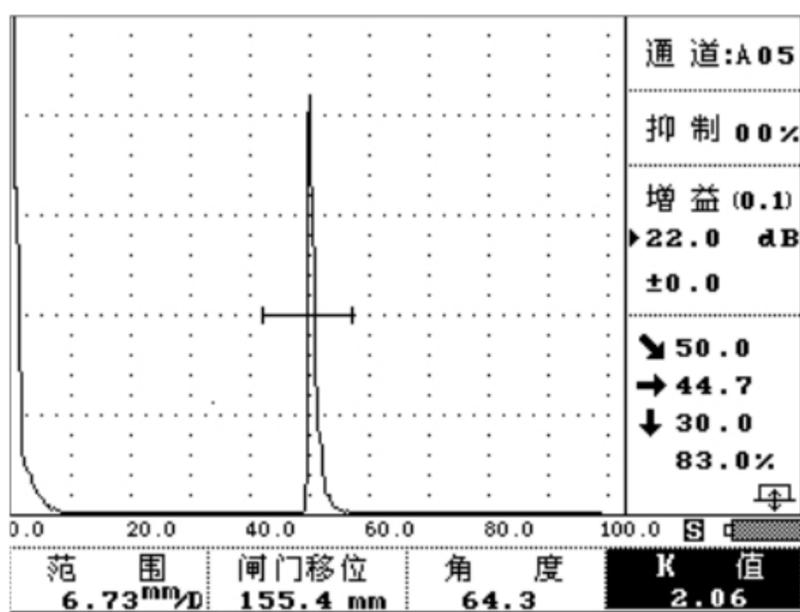

图 3-5-7
③ 此时如果已找到该测试孔的最高回波, 则按 **确认** 键或转动旋钮到 **确认** 栏单击旋钮 仪器将自动计算 **K** 值。如图 3-5-7。并在屏幕下方出现提示: